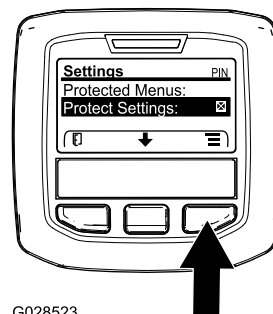

Рисунок 44
1. Перейдите в защищенное меню и разблокируйте подменю защищенных настроек (Рисунок 44); см. раздел Доступ к защищенным меню \(страница 25\).